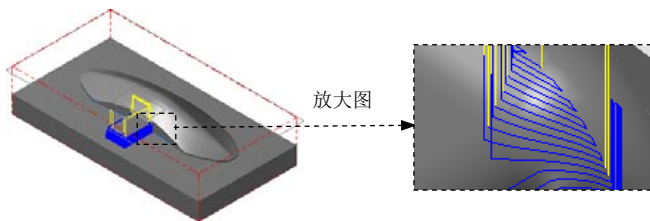
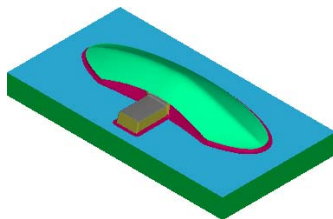

图 9.46 刀具路径
图 9.47 仿真结果
(1) 在“曲面精加工等高外形”对话框中单击 **等高外形精加工参数** 选项卡, 在 **Z 轴最大进给量:** 文本框中输入值 0.2。
(2) 在 **封闭式轮廓的方向** 区域中选中 ☒ **顺铣** 单选项, 在 **开放式轮廓的方向** 区域中选中 ☒ **双向** 单选项。
(3) 在 **两区段间的路径过渡方式** 区域选中 ☒ **沿着曲面** 单选项, 其他参数接受系统默认设置值。
Step9. 单击“曲面精加工等高外形”对话框中的  按钮, 完成加工参数的设置, 此时系统将自动生成图 9.46 所示的刀具路径。
(1) 在 **刀具路径管理器** 选项卡中单击  按钮, 然后单击  按钮, 系统弹出“Mastercam Simulator”对话框。
(2) 在“Mastercam Simulator”对话框中单击  按钮, 系统将开始进行实体切削仿真, 结果如图 9.47 所示, 单击  按钮关闭“Mastercam Simulator”对话框。